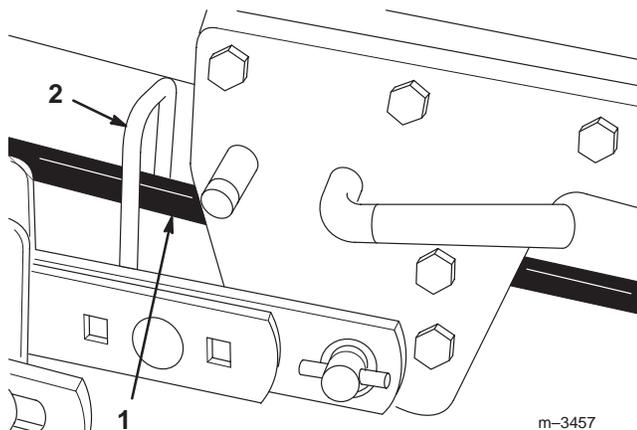

Bild 12
5. Legen Sie den Riemen über das Mähwerk und verlegen Sie ihn dann durch die Riemenführung nach vorne (Bild 12) zum Mähwerk.